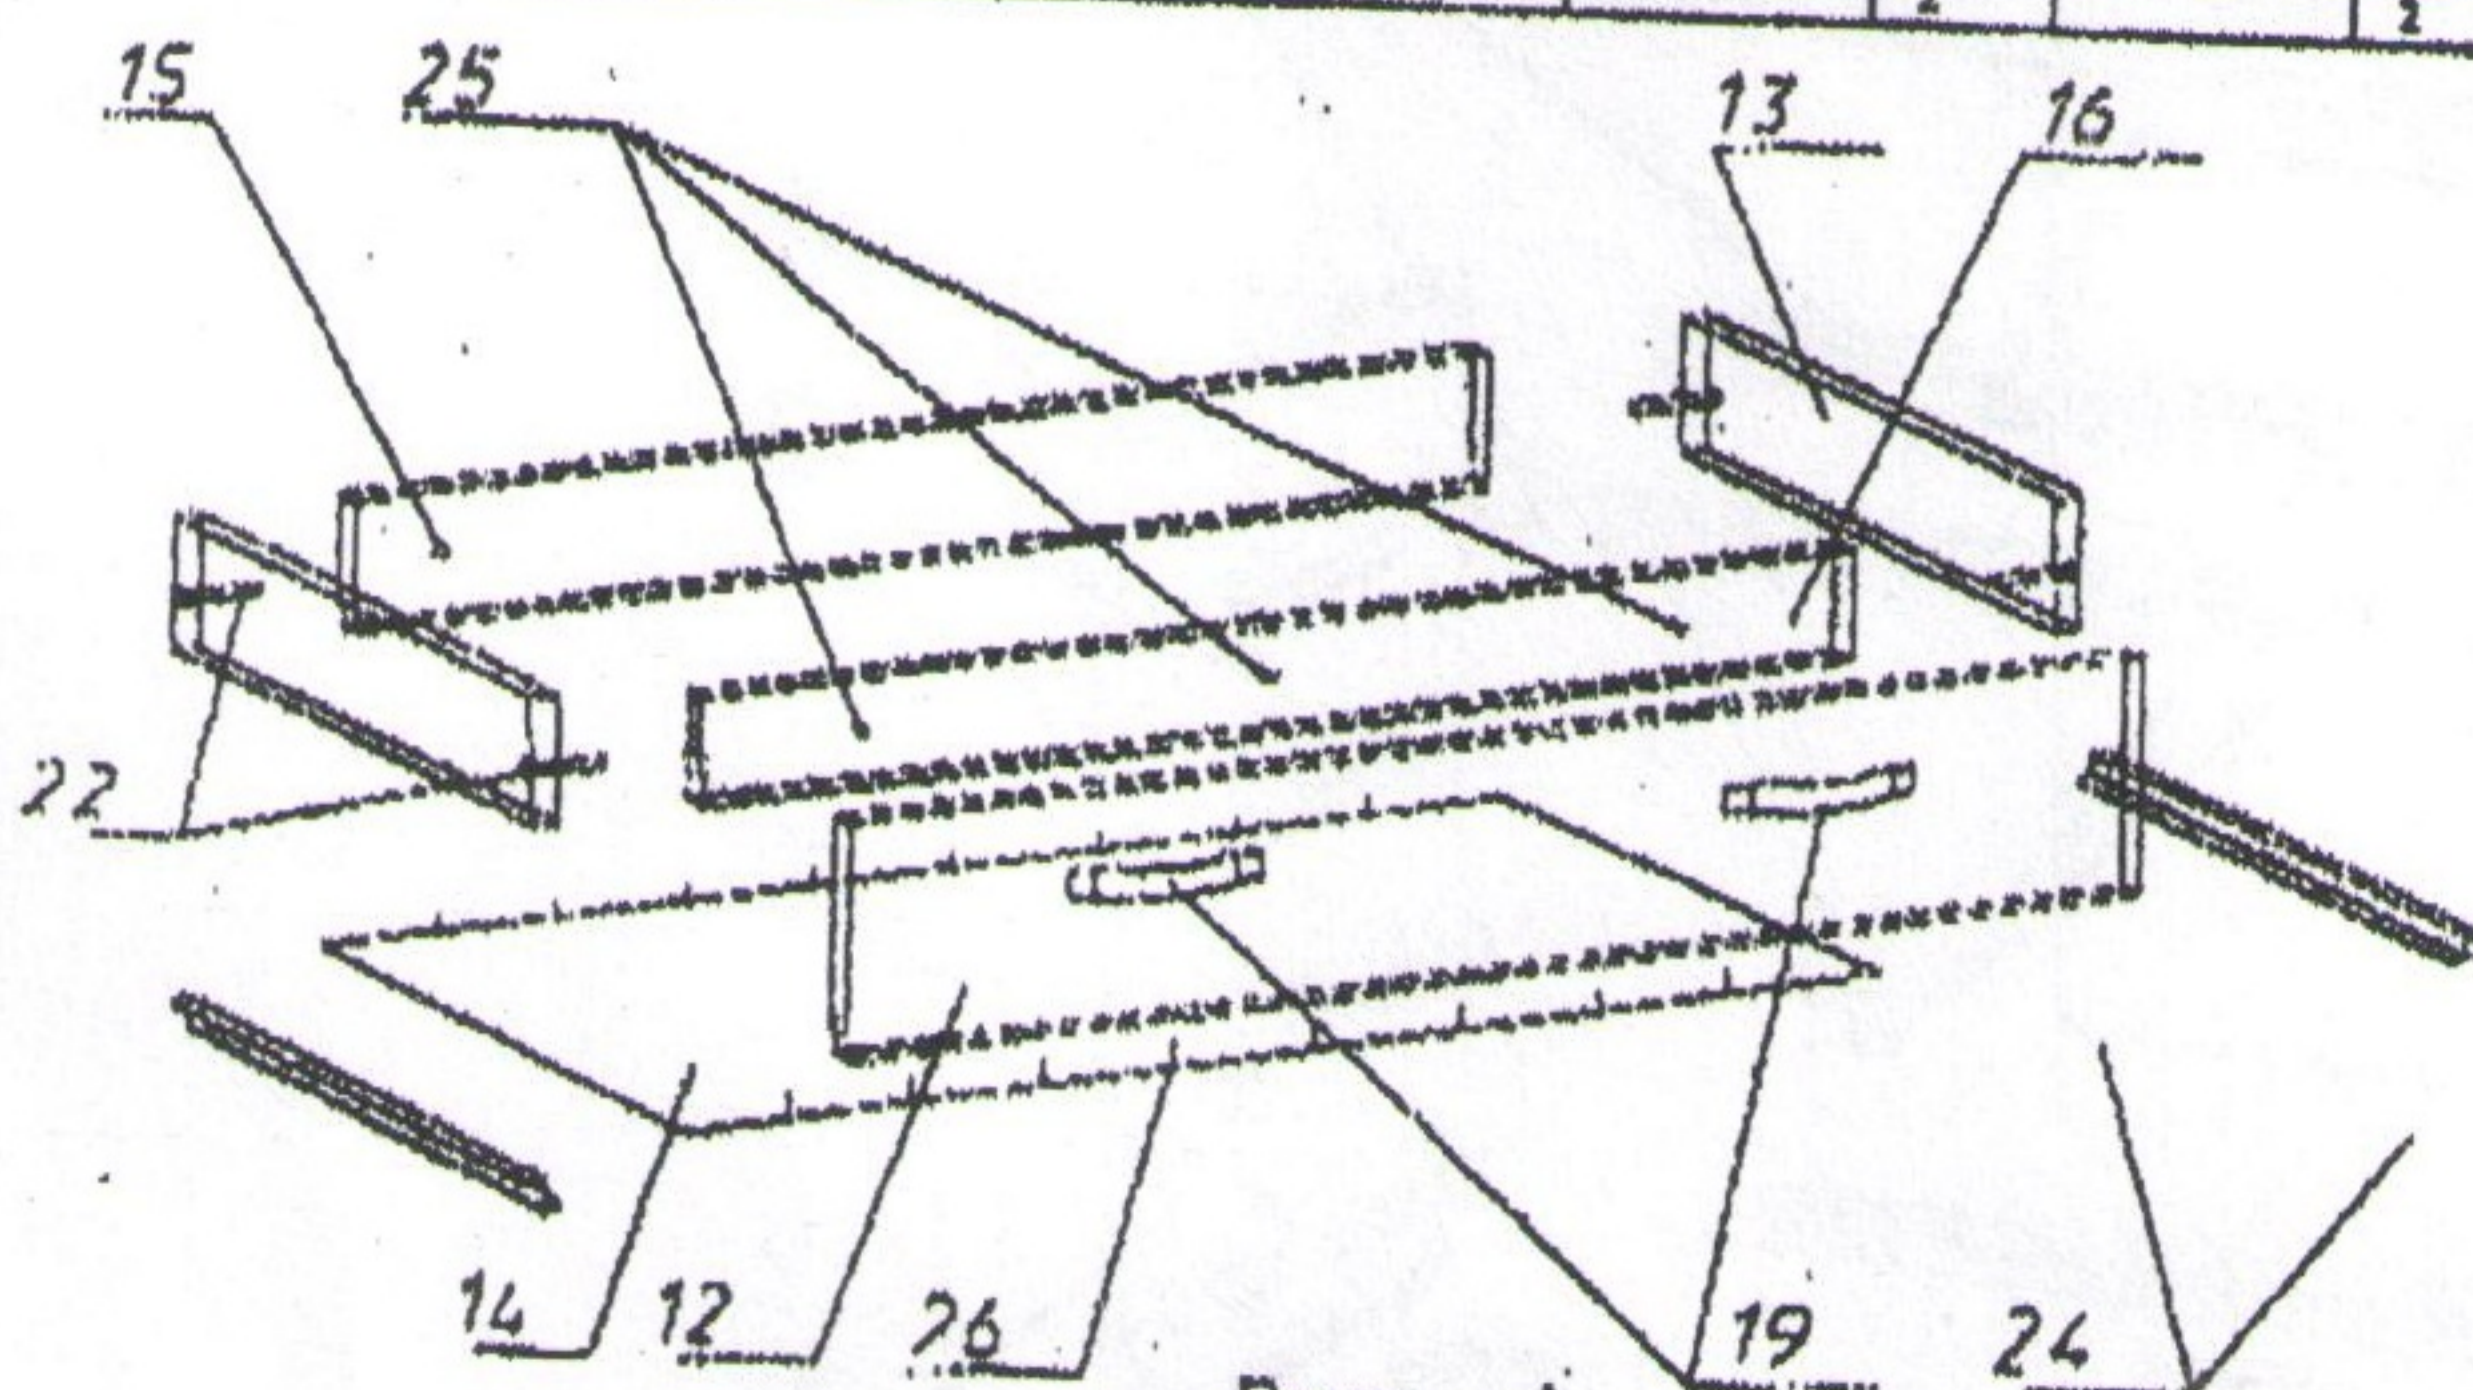

Рис. 1
1. Установить панели ящика, как показано на рис. 1: левая и правая панель (поз. 13), передняя и задняя панели поз. 16 и 15 соответственно.
4. На нижние кромки стенок левой и правой панелей (поз. 13) установить «Г»-образные части направляющих (поз. 18), как показано на рис. 1, закрепив их шурупами (поз. 24).